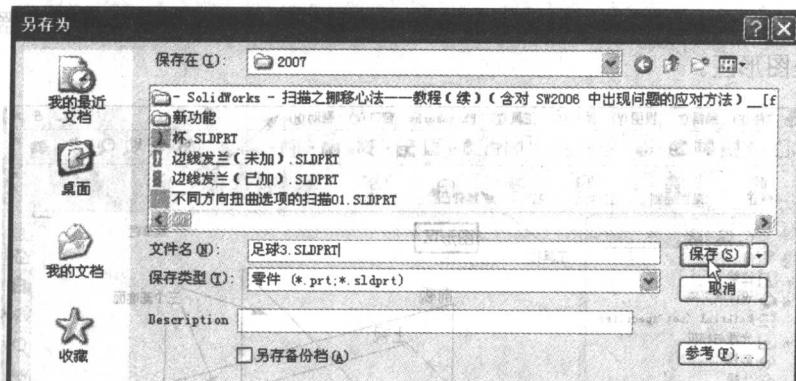

图 1-9 保存文件
(2) 保存文件
对于已经编辑好的文件需要赋予适当的文件名进行保存。保存的方法是：单击菜单“文件”→“ 保存⑤”，或者单击工具栏中的“保存”图标。系统弹出“保存”对话框，在“文件名”输入框中输入文件的名称，单击“保存”按钮，完成对文件的保存，如图 1-9 所示。